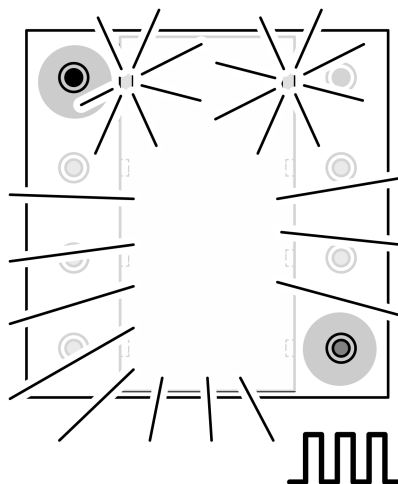

Bild 9: Betätigungspunkte zur Aktivierung des Programmiermodus
- Programmiermodus aktivieren. Dazu am TSM den Betätigungspunkt oben links (Tasterelement 1) drücken und gedrückt halten (siehe Bild 9). Dann zweiten Betätigungspunkt unten rechts (Tasterelement 8) drücken.